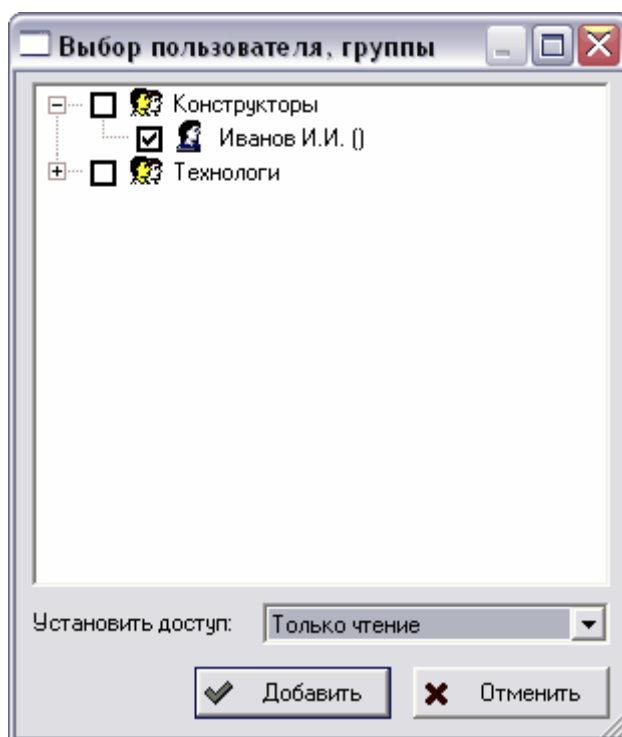

Рис. 268
2. В появившемся окне выберите пользователя или группу пользователей (Рис. 268).